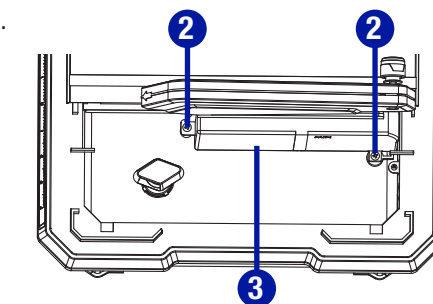

Fig. 23
- Desserrez les vis cruciformes (2) à l'aide d'un tournevis cruciforme (non fourni) et retirez le dispositif protecteur inférieur (3). (Fig. 23)
- Placez un nouveau disque de coupe (4) sur le flasque intérieur (5) en veillant à ce que les flèches dessinées sur le disque de coupe aillent dans le sens inverse des aiguilles d'une montre.
- Fixez le flasque extérieur (6); les deux méplats en « D » situés sur le flasque extérieur doivent s'aligner sur les méplats de l'arbre de moteur.
- Vissez l'écrou hexagonal (7) sur l'arbre de moteur (8) en tournant dans le sens des aiguilles d'une montre.
- Fixez la clé droite à l'écrou hexagonal (7).
- À l'aide de la clé angulaire, verrouillez l'arbre de moteur (8) pour l'empêcher de tourner.
- Serrez l'écrou hexagonal (7) dans le sens des aiguilles d'une montre à l'aide de la clé droite.